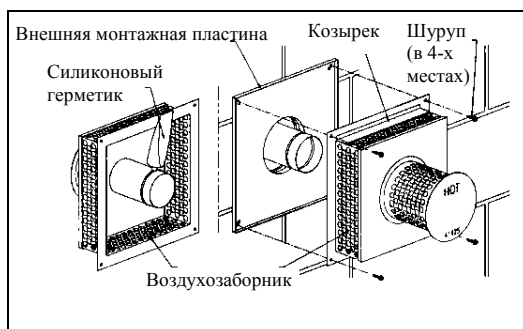

Рис. 11
10. Нанесите кольцо RTV герметика приблизительно в 2,5 см от края 76мм трубы на обратной стороне воздухозаборника. Вставьте эту трубу в 76мм телескопическую трубу в стене до положения, когда воздухозаборник коснется внешней монтажной пластины, при этом козырек воздухозаборника и надпись "HOT" на его крышке должны быть сверху. Закрепите воздухозаборник и пластину на стене четырьмя шурупами 4x25 (см. рис. 11). В зависимости от материала стены возможно использование иных дюбелей и шурупов.